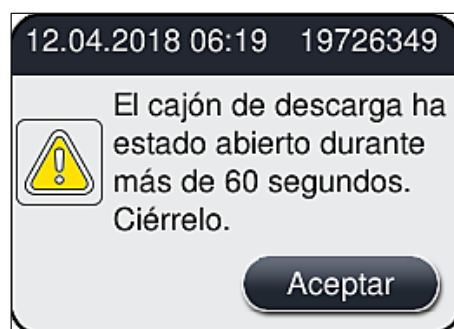

Fig. 77
- El usuario recibe un mensaje de información (→ Fig. 77) si el cajón de descarga permanece abierto durante más de 60 segundos.